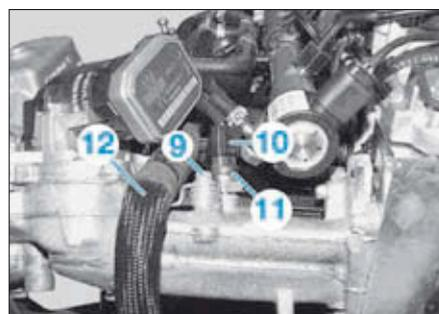

FIG. 39
- Déposer la vis (9) (Fig.39).
- Débrancher le connecteur (10) sur le capteur de contre-pression des gaz d'échappement (11).
- Mettre le faisceau électrique (12) de côté puis déposer le capteur de contre-pression des gaz d'échappement (11).
- pour faciliter la repose, faire un marquage entre le couvre-culasse et la bride d'injecteur (4),
- déposer la vis de bride d'injecteur (5),